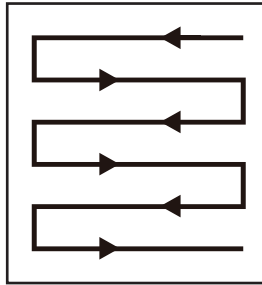

Fig. 12
4. Empuje lentamente el producto hacia delante. Colóquese siempre detrás del cortacésped y sujete el manillar (1) con ambas manos para manejarlo.
5. Corte el césped en pasadas que se solapen ligeramente. El patrón más eficaz para cortar el césped es en pasadas rectas paralelas a uno de los lados. De esta forma, las pasadas serán regulares y se asegurará de cortar todo el césped sin dejarse ninguna zona (Fig. 12).